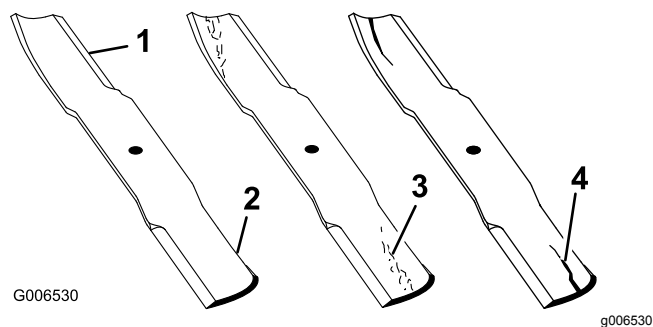

Figura 29
2. Examine cuidadosamente as extremidades da lâmina, prestando especial atenção à zona onde se encontram as partes curvas e planas da lâmina (Figura 29). Verifique o estado da lâmina antes da operação de corte, pois a areia e outros materiais abrasivos podem ter desgastado o metal que liga as partes curva e plana da lâmina. Se der conta de desgaste (Figura 29), substitua a lâmina; consulte Desmontagem e montagem da lâmina\(s\) (página 21).
Se a lâmina continuar a sofrer este tipo de desgaste irá formar-se uma ranhura entre a aba e a parte plana da lâmina (Figura 29). Eventualmente, pode soltar-se algum pedaço da lâmina e projetar-se da parte de baixo, ferindo-o a si ou a qualquer pessoa próxima.